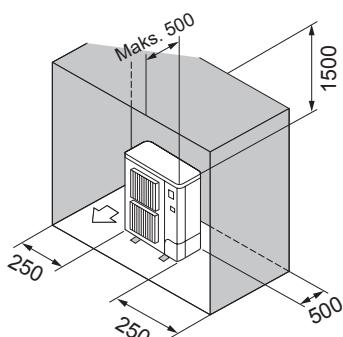

Fig. 2-12
- ⑥ Yanlızca arkadaki, yanındaki ve üstteki engeller (Fig. 2-12)